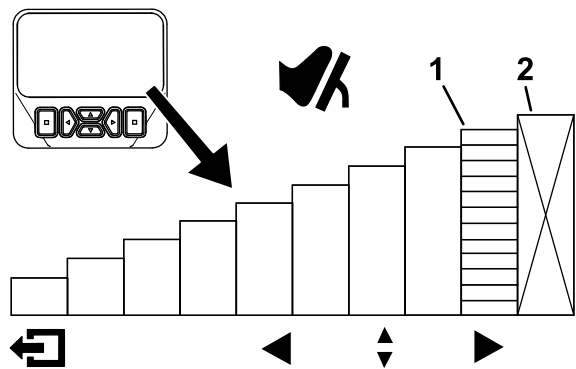
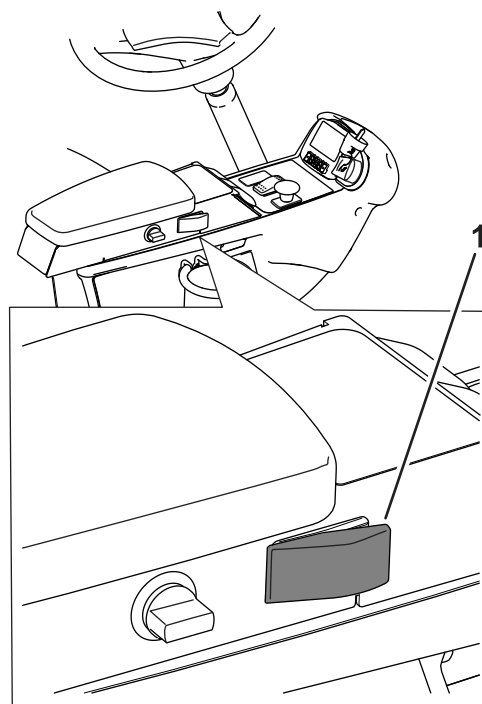
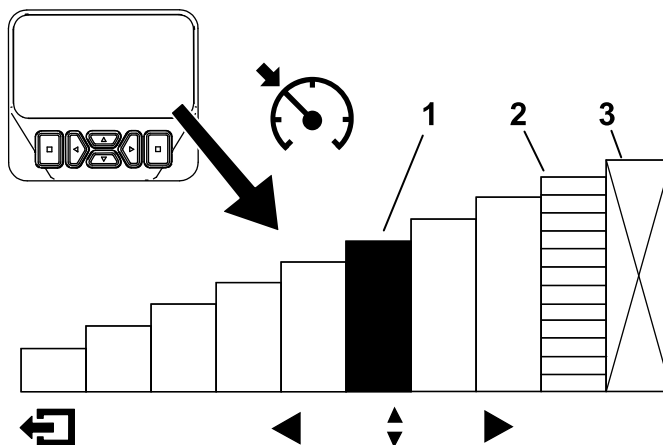

Figura 31
Figura 33
Figura 34
Para acceder a esta función, seleccione el botón de navegación arriba o abajo del InfoCenter desde el menú principal (Figura 31).
Después de activar el interruptor del control de crucero y establecer la velocidad (Figura 33), utilice el InfoCenter para ajustar la velocidad del control de crucero (Figura 31 y Figura 34).
1. Active el interruptor del control de crucero en la consola (Figura 33).
2. Utilice la pantalla del InfoCenter para ajustar la velocidad del control de crucero (Figura 34).